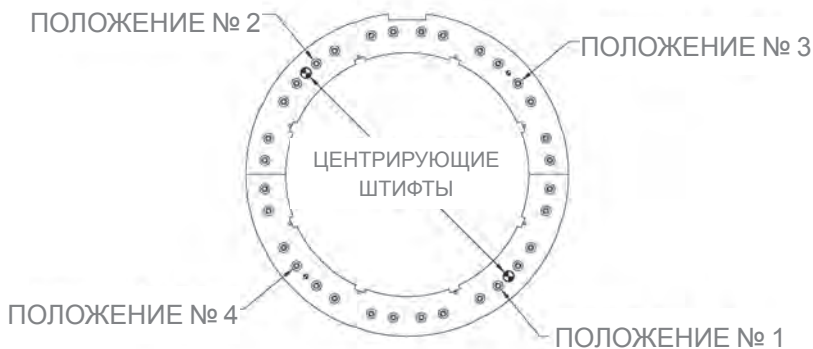

Рис. 7-19. Отрегулируйте подшипники надлежащим образом в указанных точках.
7. Идентифицируйте подшипник в положении №1, см. (Рис. 7-19). При помощи шестигранного гаечного ключа на 3/16" поворачивайте эксцентриковый вал **по часовой стрелке** до полной посадки подшипника направляющего ролика в канавке.